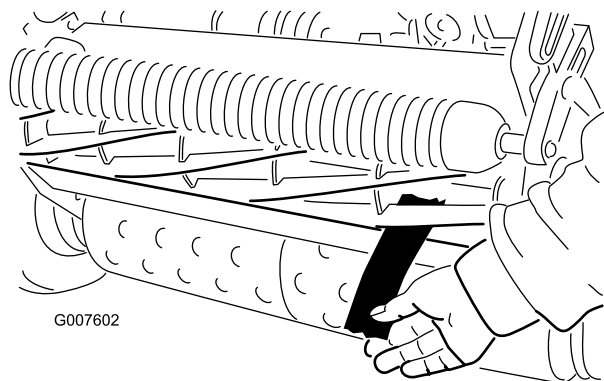

Figura 40
4. Numa das extremidades da parte frontal do cilindro, introduza uma longa tira de jornal entre o cilindro e a lâmina de corte (Figura 40). Enquanto roda ligeiramente o cilindro para a frente, rode o parafuso
6. Depois de ajustar, verifique se o cilindro aperta o papel quando este for inserido pela frente e se corta o papel quando este for inserido num ângulo recto, relativamente à lâmina de corte (Figura 40). Deve ser possível cortar o papel ao mínimo contacto com a lâmina de corte e as lâminas do cilindro. Caso seja evidente um puxar excessivo do cilindro (mais de 0,79 Nm), retroceda ou amole a unidade de corte para alcançar as extremidades afiadas necessárias para um corte de precisão; consulte o manual de rectificação de cilindros Toro.